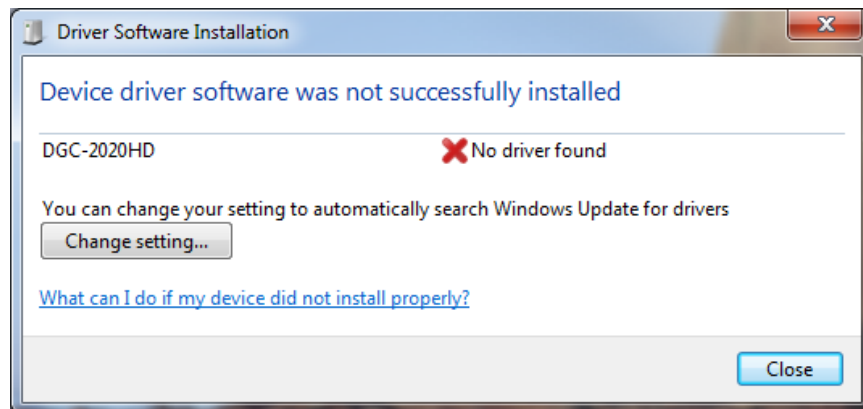

Abbildung 9-1. Installation der Treibersoftware
- Schritt 1. Wenn Meldung aus Abbildung 9-1 angezeigt wird, schließen Sie alle Anwendungen und starten Sie den Computer neu.